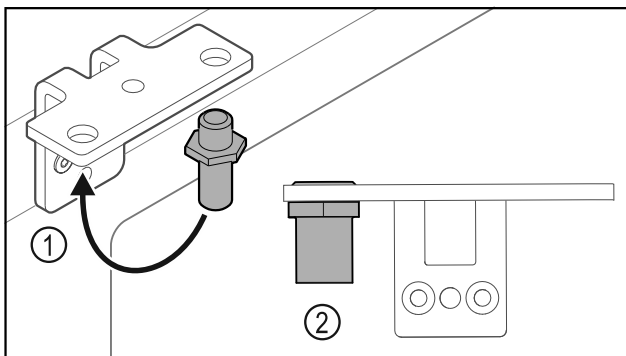

Fig. 35
- Paigutage polt Fig. 35 (1) šarniirnergikus ümber.
- Pingutage polt Fig. 35 (2) **pöördemomendiga 12 Nm** kinni.